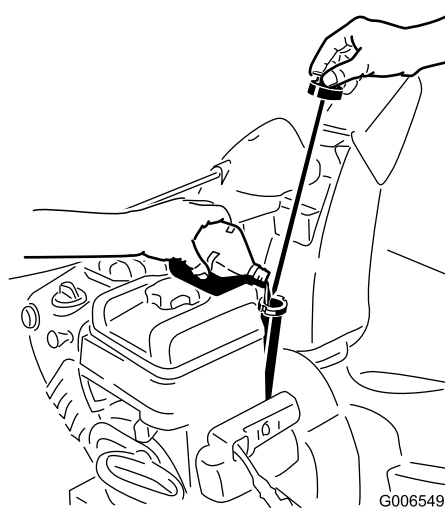

Рисунок 12
1. Выньте щуп для измерения уровня и **медленно** залейте масло в заправочную горловину так, чтобы уровень масла соответствовал метке Full (Полный) на щупе. **Не допускайте переполнения картера** (Рисунок 12).